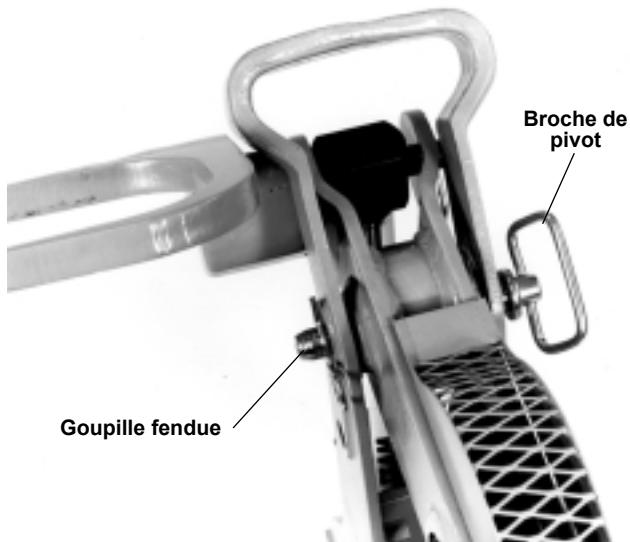
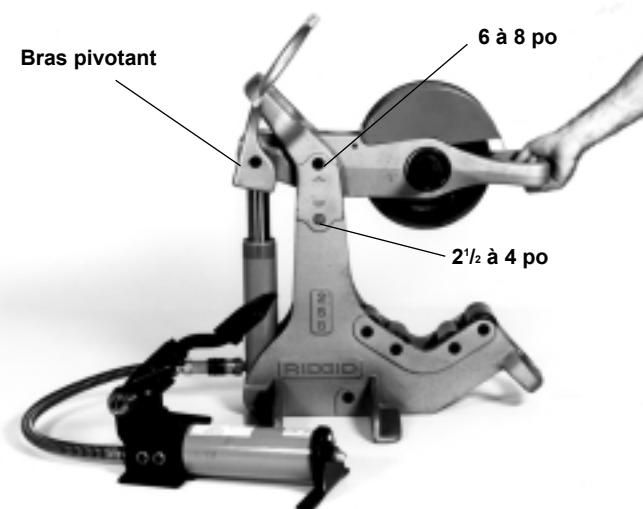

Figure 9 – Retrait de la goupille fendue et de la broche de pivot
Figure 10 – Alignement du bras pivotant
- Retirer la goupille fendue et la broche de pivot du bras pivotant (*Figure 9*). En activant la pédale pneumatique, repositionner le bras pivotant jusqu'au trou marqué "6" – 8". Aligner le trou du bras pivotant avec le trou du bâti de la tronçonneuse, puis réintroduire la broche de pivot et la goupille fendue. Utiliser la poignée en tête du bras pivotant pour aligner les trous (*Figure 10*).